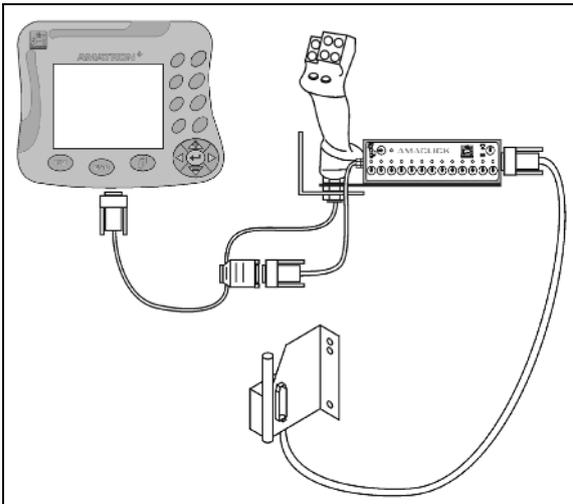

Fig. 117
- mit Multifunktionsgriff entsprechend Fig. 117.